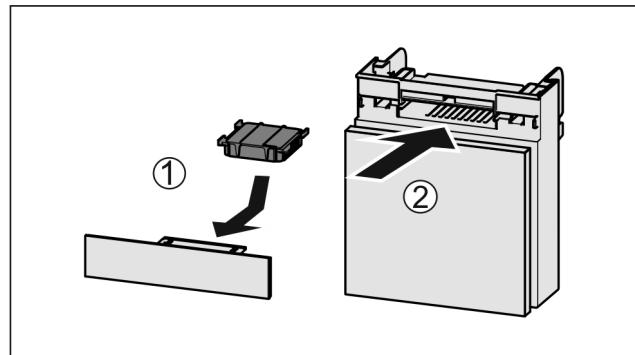

Fig. 187
- Поставете Fig. 187 (1) филтъра с активен въглен, както е показано на фигурата.
- Вкарайте Fig. 187 (2) от делението.